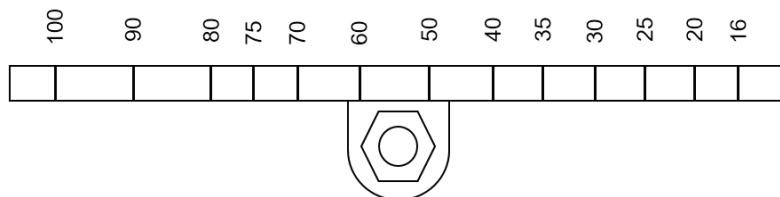

Fig. 29 Brazo de la carrera del AEL7 (8 kN+)
- Afloje la tuerca de bloqueo del deslizador de la carrera (10 mm A/F) y mueva el deslizador con cuidado hasta la carrera requerida, tal y como se indica en el brazo (Fig. 29)